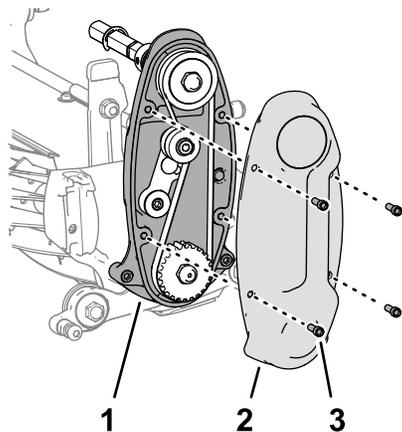

图 18
- 使用 4 个六角头螺丝 1/4 x 3/4 英寸将盖子组装到滚刀驱动总成壳体上 图 18。